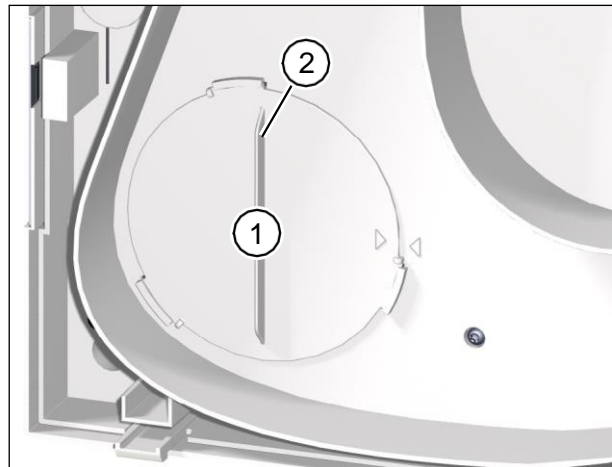

Рис. 21: Демонтаж фільтра приточного повітря
- ▶ Поверніть кришку фільтра (пункт 1 на Рис. 21) проти годинникової стрілки за допомогою ручки (пункт 2 на Рис. 21) доки кришка фільтра не вийде з пазів
- ▶ Перевірте положення кришки фільтра. Ручка повинна стояти вертикально, а стрілка на кришці фільтра була вирівняна зі стрілкою закритого положення (див. Рис. 21 на стор. 38).